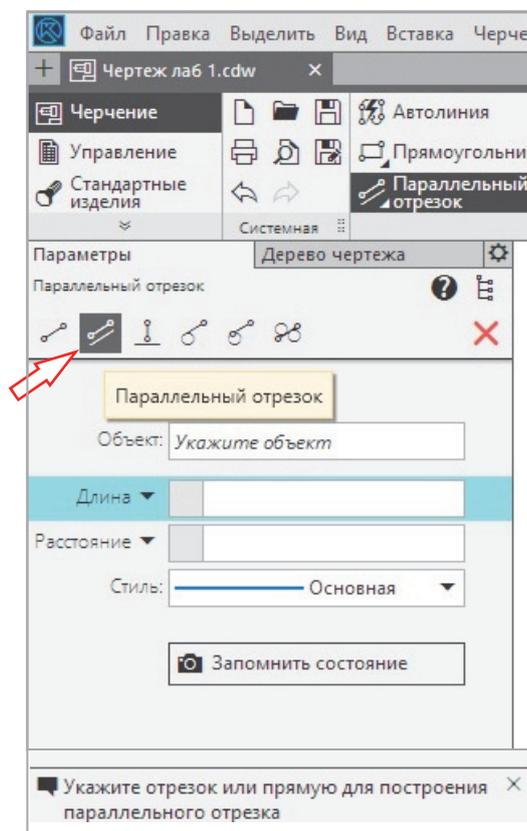

Рис. 1.2-4
7. Из точки 15 построить отрезок, параллельный отрезку 13–14, длиной 35 мм. Для этого на **Панели параметров** отрезка выбрать кнопку  (рис. 1.2-4).